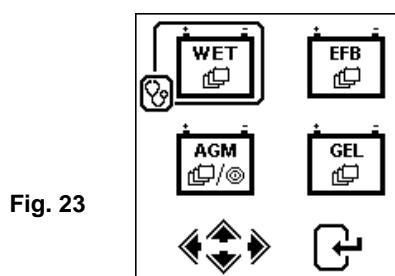

Fig. 23
6. Successivamente vi chiederà di selezionare i tipi di batterie (Fig.23) :